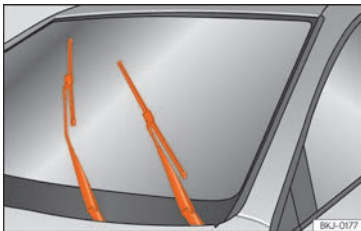

Abb. 80 Scheibenwischer in Servicestellung.
- Die Zündung ein- und wieder ausschalten und anschließend (vor Ablauf von ca. 9 Sekunden) den Scheibenwischerhebel nach unten drücken (Tippwischen). Die Scheibenwischerblätter stellen sich in die Servicestellung **» Abb. 80.**